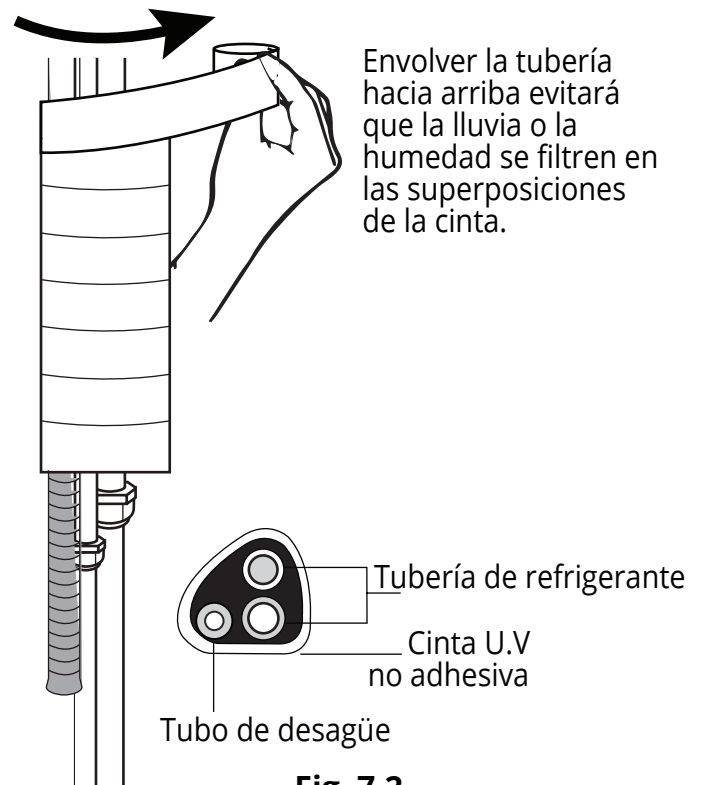

Fig. 7.2
3. Ahora, comenzando donde las líneas no están cubiertas con el plástico de fábrica (cerca de la conexión del climatizador interior), envuelva las líneas hacia arriba hasta el orificio de la pared, utilizando la cinta UV no adhesiva suministrada. Esto cubrirá la línea aislada, las conexiones, los cables y el tubo de desagüe; este último deberá estar en la parte inferior del manajo (consulte la Fig. 7.2).